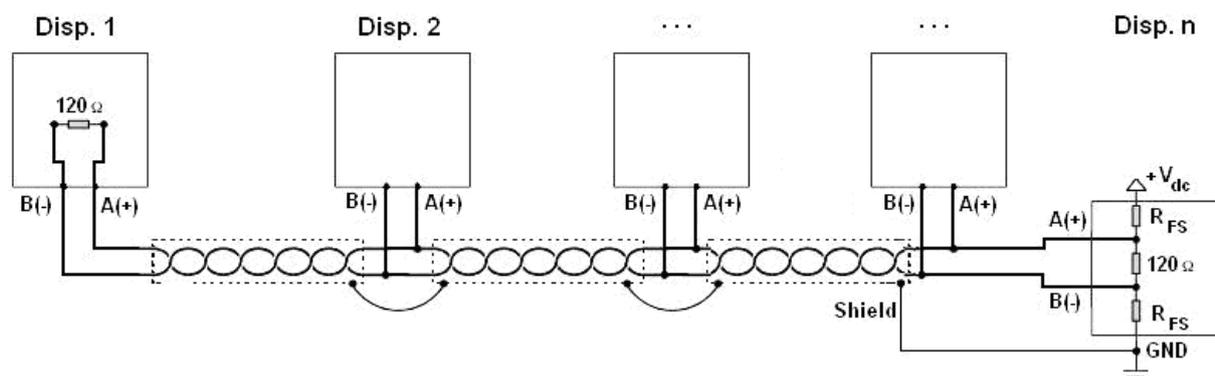

Figure 3. schéma électrique du branchement RS485
- Pour réaliser un diviseur résistif qui maintient cette différence de potentiel même lorsque tous les émetteurs sont désactivés, il faut saisir dans le port RS485 de l'indicateur (où se trouvent les résistances de terminaison) deux résistances de polarisation ou de Fail safe (RFS in Figure 3). La valeur de ces résistances est comprise entre 390 Ω et 2,2 kΩ.